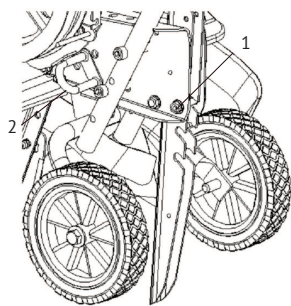

рис. 2
6.6 Установите регулятор глубины вспашки (рис.1 поз. 16) на основании мотокультиватора на необходимую глубину и зафиксируйте винтами (рис.2, поз.1)
6.7 На (рис.2 поз.2) показано положение кронштейна с колесами при транспортировке культиватора, в режиме вспашки необходимо вынуть этот кронштейн, поднять колёса и вставить кронштейн в соответствующий паз.